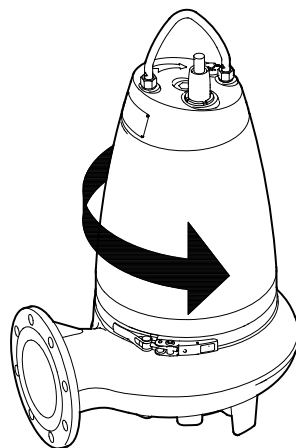

Рис. 18 Направление рывка.
Проверьте направление вращения перед запуском насоса. Правильное направление вращения показывает стрелка на корпусе насоса. Правильным считается вращение по часовой стрелке, если смотреть на двигатель сверху. После включения произойдёт рывок насоса в сторону, противоположную направлению вращения, см. рис. 18.
2. Включить и тут же отключить насос, следя при этом за направлением действия крутящего момента (за направлением рывка) насоса. Если насос подключен правильно, рывок будет в сторону, противоположную направлению вращения. См. рис. 18.